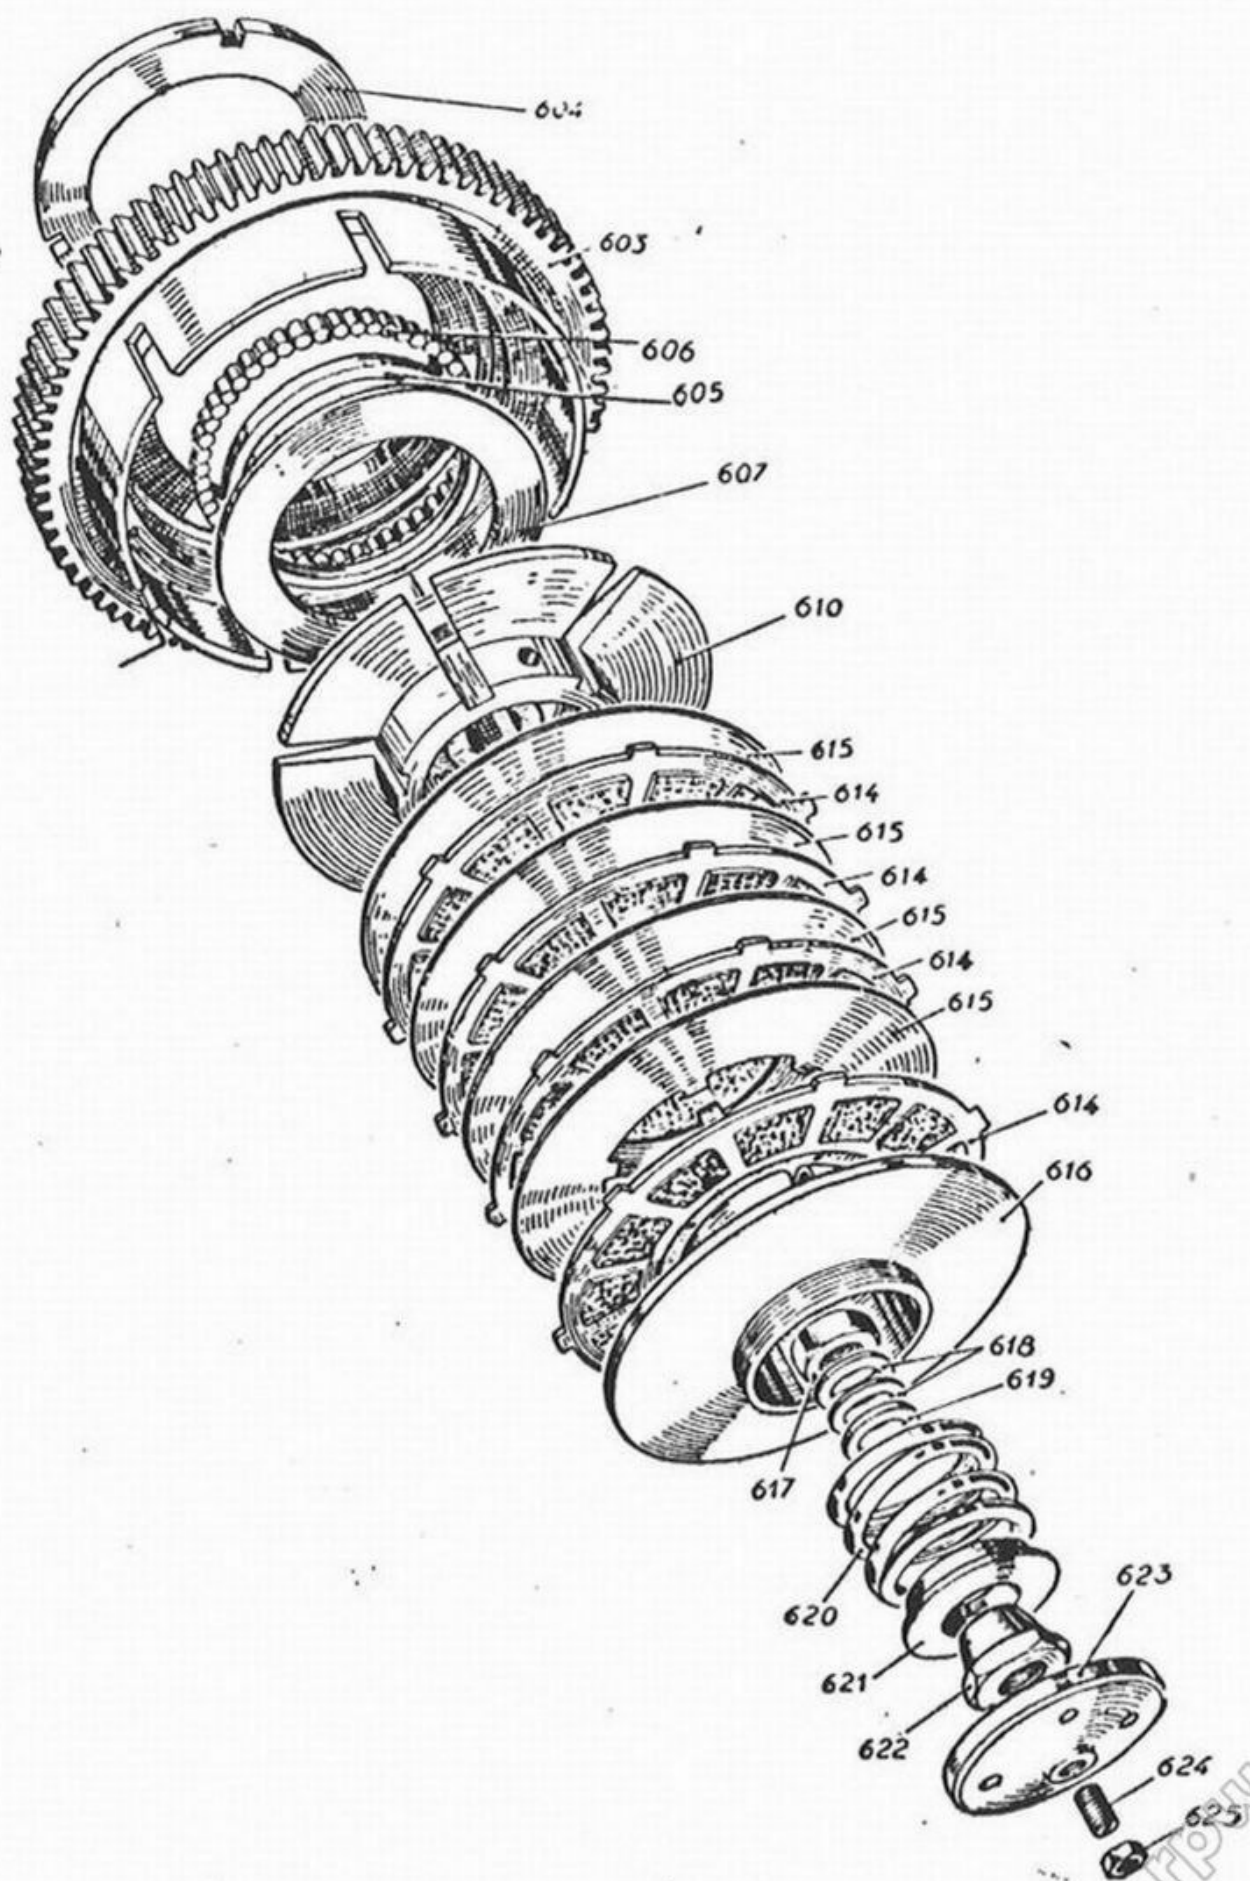

Fig. 9 - Smontaggio della frizione
10) Smontaggio della frizione (fig. 9).